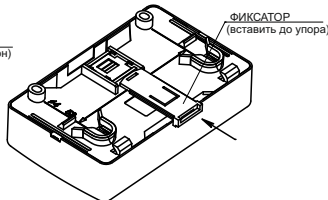

Рисунок 3
- в) при установке на DIN-рейку (рисунок 3):